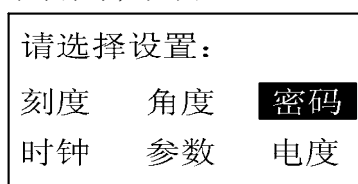

图 7-18 设置子菜单
7.2.8 “设置”: 该菜单分六个子菜单, 如图 7-18: